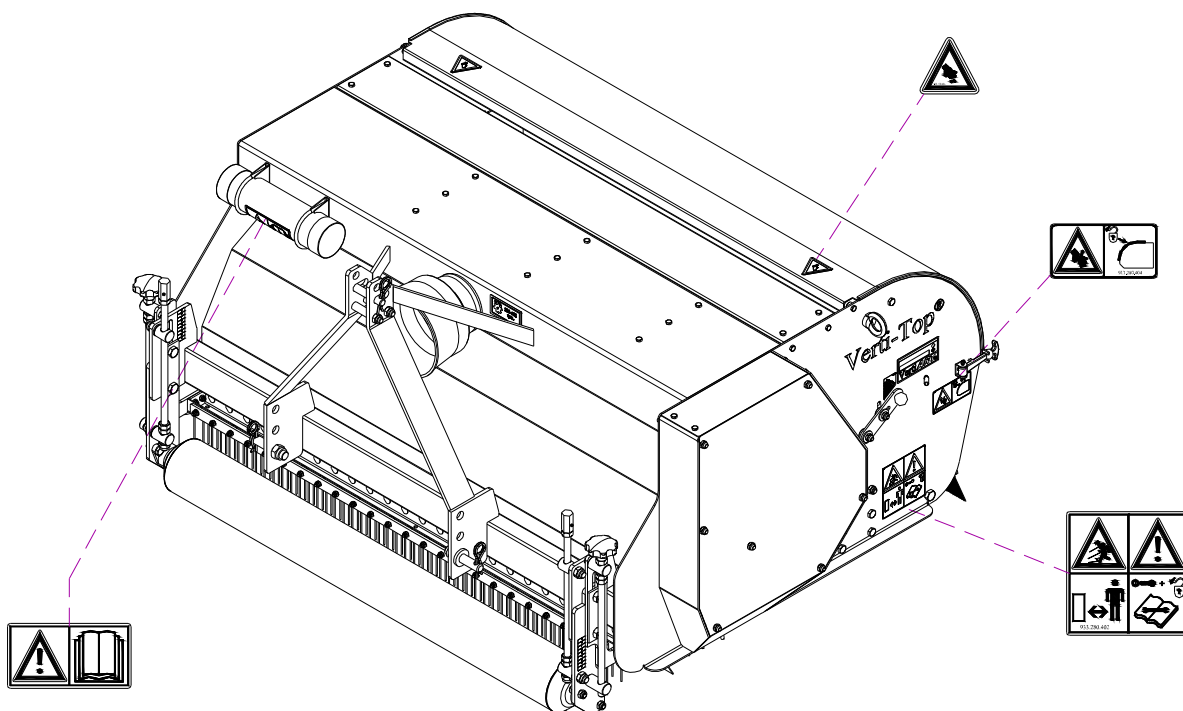

Fig. 7
De part et d'autre du Verti-Top, sur le côté et sur la capote arrière se trouvent (Fig. 7) des autocollants de sécurité (Fig. 4,5,6) avec une signification concordante. Ces autocollants de sécurité doivent être toujours bien visibles et lisibles et doivent être remplacés lorsqu'ils sont endommagés.
(7) Emplacement des autocollants de sécurité (deux côtés de la machine). (Fig. 7)